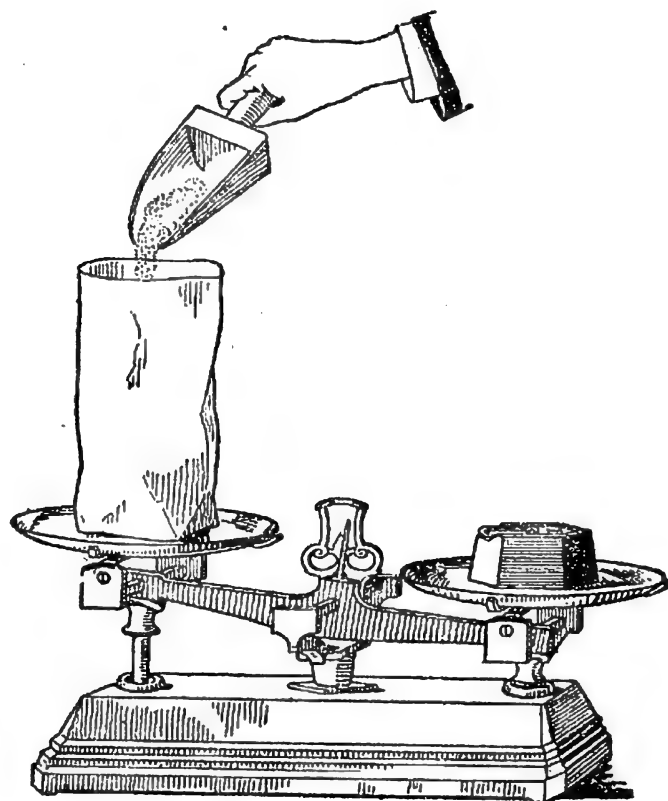

Fig. 9. — Comment on pèse 1 kg. de sel.
**5. Pesons un certain poids d'une denrée.** — Vous demandez 1 kilogramme de sel à l'épicier. Il met le poids de 1 kilogramme sur un plateau de sa balance, et, dans un sachet placé sur l'autre plateau, il verse du sel jusqu'à ce que le fléau soit en équilibre horizontal (fig. 9) : à ce moment, le poids du sel et du sachet est égal au poids placé sur l'autre plateau, soit à 1 kilogramme.